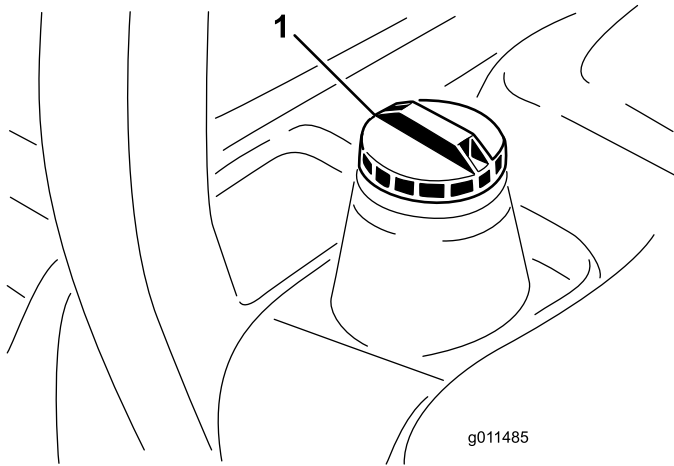

Bild 11
3. Schrauben Sie den Tankdeckel ab (Bild 11).